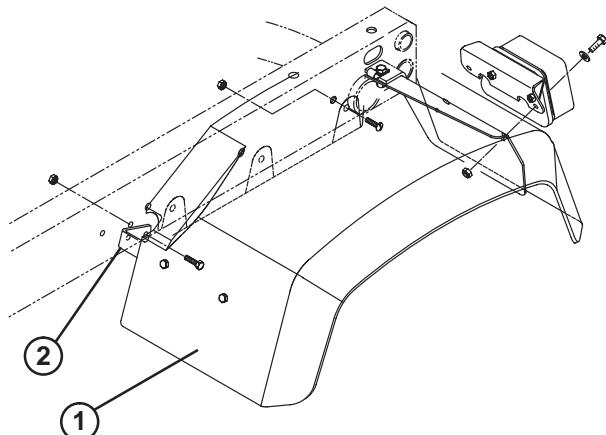

Bild 2
- Nehmen Sie an der linken Seite die beiden Schrauben, Scheiben und Muttern ab, mit denen die Befestigungshalterung des Rücklichts an der Rücklichtplatte befestigt ist (Bild 2).